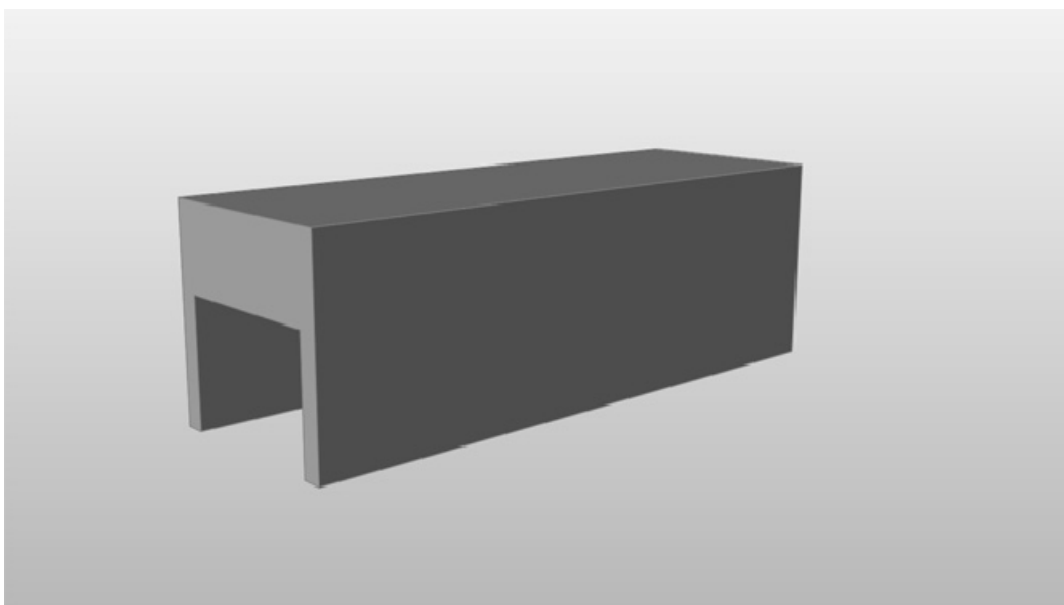

图 4-14
8) 单击鼠标右键或按〈Esc〉键退出推/拉模式，然后使用鼠标右键旋转模型至合适的角度，如图 4-14 所示。